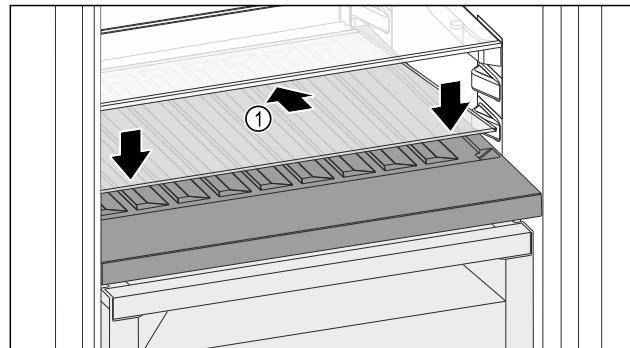

Fig. 117
- Glasplatte Fig. 117 (1) schräg und nach hinten unten geneigt ansetzen.
- Glasplatte Fig. 117 (1) vorne absenken.